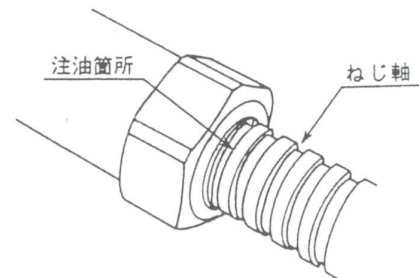

図2
- ①アダプタ、本体にガスケットが付いていることを確認する。
- ②本体ねじ軸を右に回転させ、ねじの状態を確認する。ねじの滑りが悪い場合は次の作業を行い、滑りを良くする。
- ・本体の注油場所に油（機械油可）を注す。（図2）